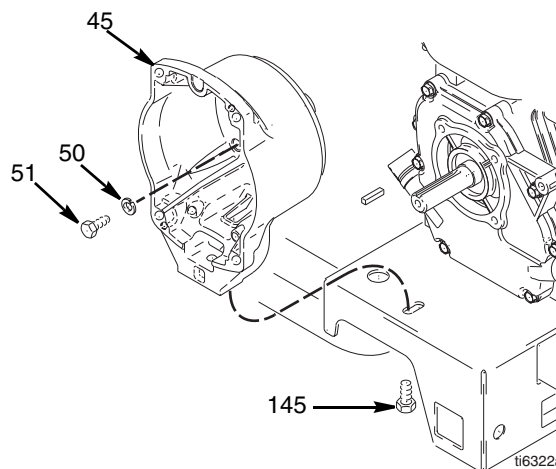

Рис. 11
3. Рис. 11. Отсоедините муфту сцепления (+) и ее (-) разъемы от жгута проводов, расположенного под тележкой распылителя.
2. Рис. 11. Выкрутите четыре винта (51) с пружинными шайбами (50), которые крепят корпус муфты (45) к двигателю.
3. Выкрутите винт (145) с нижней стороны базовой плиты.
4. Снимите корпус муфты (45).
1. Рис. 11. Надавите на корпус муфты (45).
2. Установите четыре винта (51) с пружинными шайбами (50) и закрепите корпус муфты (45) на двигателе. Затяните с усилием в 22,6 Нм.
3. Установите винт с (145) с нижней стороны базовой плиты. Затяните его с усилием в 35,2 Нм.